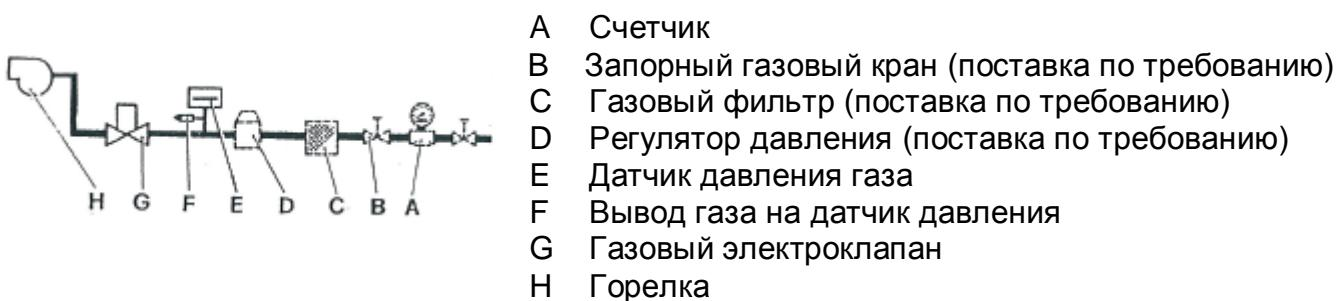
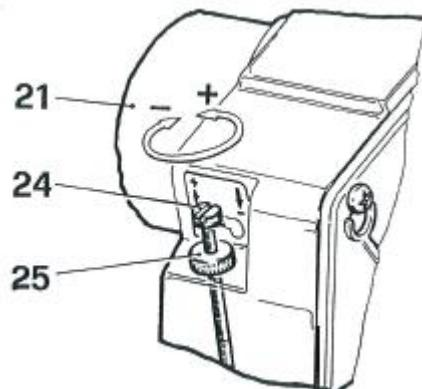
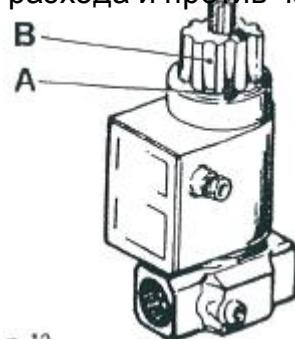

Рис. 5
Рис. 9
Рис. 13
- форсунка (28), установленная на горелке, имеет пропускную способность, соответствующую котлу
- воздух спущен из газового трубопровода через выпускной патрубок давления (F) (Рис. 5)
- Закройте запорный газовый кран (B) (Рис. 5 на стр. 3).
- Спустите из трубопровода газ, ослабив выпускной патрубок давления (F) (Рис. 5)
- Нажмите кнопку сброса блокировки (17).
- Откройте запорный газовый кран (спустите воздух из выпускного патрубка давления (F) (Рис. 5)).
- После включения горелки отрегулируйте расход газа регулятором (см Рис. 13) и количество поступающего воздуха поворотом винта (24) (Рис. 9).
- Следите за расходом газа по счетчику (A) (Рис. 5) газовой компании.